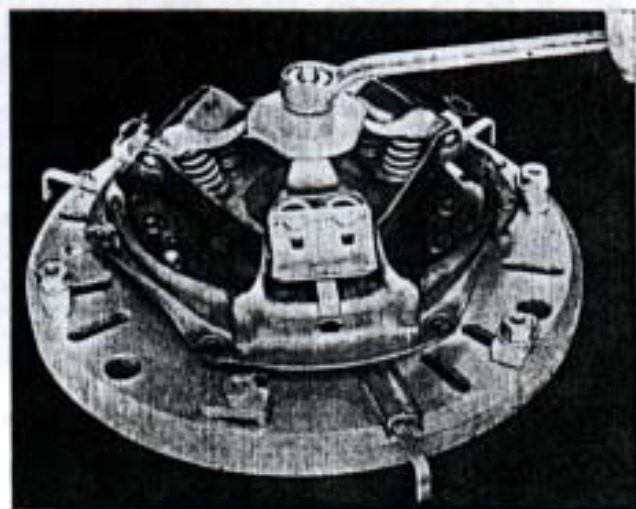

Fig. 35. — Desarme del embrague "AUBURN". Instalación de los tres bloques-tope (HS-64-6).
- 8') Instalar debajo del extremo de cada palanca un "bloque-tope" (HS-64-6), para impedir la expansión total de los resortes de tensión, al aflojar la tuerca del plato de ajuste (Fig. 35).